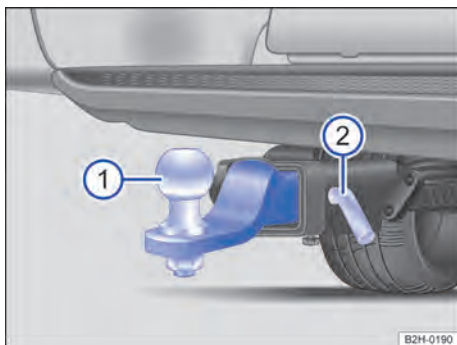

Fig. 94 Sob o para-choque traseiro: montar a rótula de engate.
- Empurrar a rótula de engate → Fig. 94 (1) até o batente no alojamento.
- Empurrar o pino de travamento (2) no alojamento e travar com o pino de bloqueio → ⚠️.
- Puxar o pino de travamento → Fig. 94 ② do batente.
- Remover a cabeça esférica ① do alojamento.